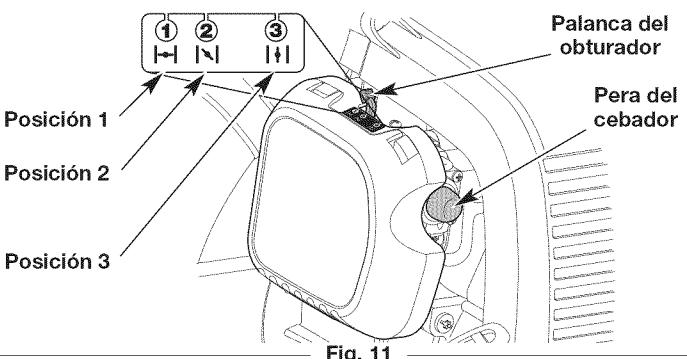

Fig. 11
3. Oprima y suelte despacio la pera del cebador **10 veces** (Fig. 11). Si no se ve combustible en la pera del cebador, oprima y suelte la pera hasta que se vea el combustible.
4. Mueva la palanca del obturador a la **Posición 1** (Fig. 11).
7. NO apriete el control del regulador. Mueva la palanca del obturador a la **Posición 2** (Fig. 11).
10. Siga apretando el control del regulador. Mueva la palanca del obturador a la **Posición 3** (Fig. 11) y siga calentando el motor otros 60 segundos. La unidad se puede usar en este momento.
8. NO apriete el control del regulador. Mueva la palanca del obturador a la **Posición 2** (Fig. 11).
12. Siga apretando el control del regulador. Mueva la palanca del obturador a la **Posición 3** (Fig. 11) y siga calentando el motor otros 60 segundos. La unidad se puede usar en este momento.